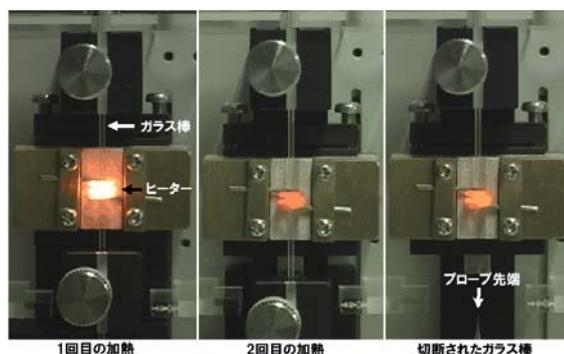

Fig. 2-7 プローブの作製 2
- ② スタートボタン（赤いボタン）を押すとヒーターに通電され、ガラス棒が伸びる(Fig. 2-7左)。
- ③ ストップにより、ガラス棒が完全に切断される前に停止する(Fig. 2-7中)。
- ④ ストップが外れ、再度ヒーターに通電され、
ガラス棒が切断される (②~④までの動作は自動で連続に行われる)。切断されたガラス棒の先端をプローブとして用いる (Fig. 2-7 右)。